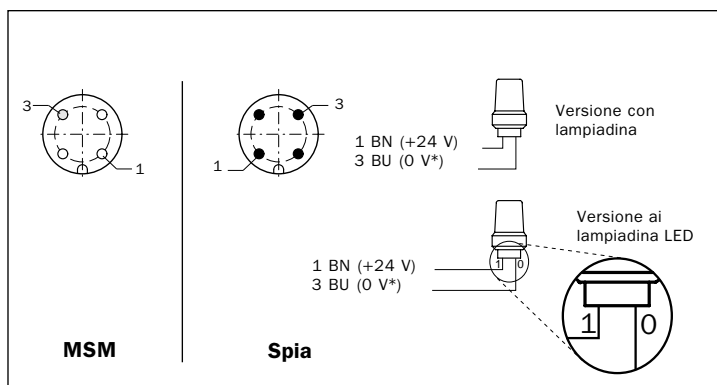

Fig. 7: Schema di collegamento per la spia di Muting: a sinistra MSM, a destra spia per visualizzazione – \*) osservare l'indicazione
- Fare attenzione alla polarità al momento di collegare la spia ai LED (vedere fig. 7)